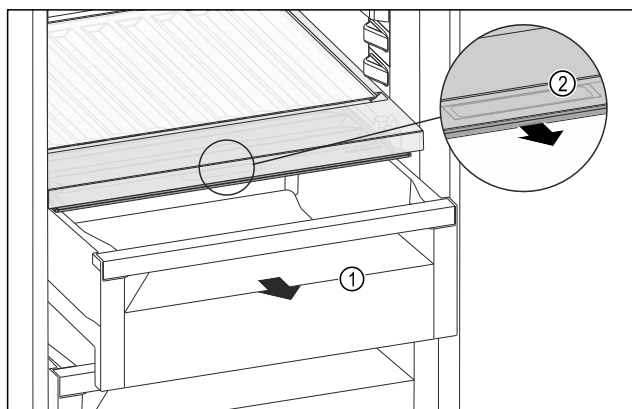

Fig. 128
- Izvucite ladicu Fig. 128 (1).
- Primite ručku Fig. 128 (2) na poklopcu pretinca i istodobno povucite poklopac pretinca prema naprijed.